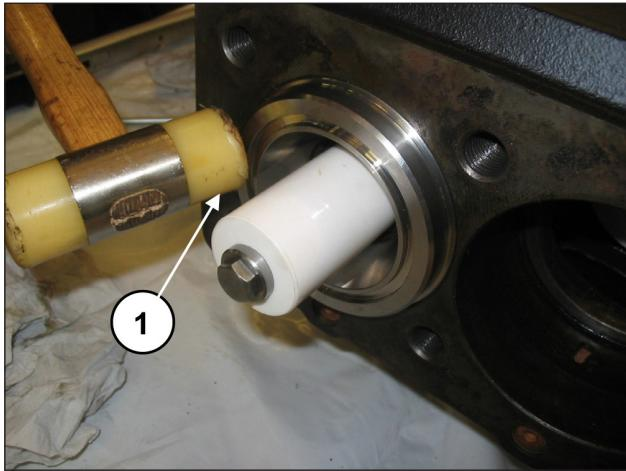

Fig. 142
Montar la junta tórica frontal de la camisa (pos. ①, Fig. 142) y la junta tórica del orificio de recirculación (pos. ①, Fig. 143).